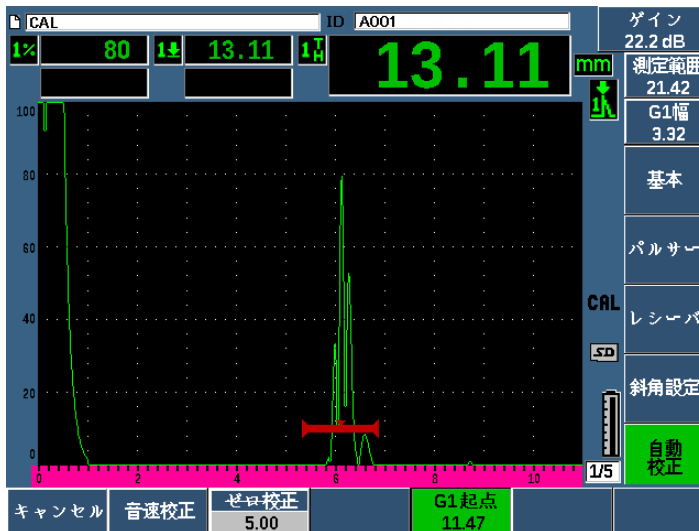

図 9-3 音速校正におけるゲート信号の例
- ゲート内の指示に対応するすでに分っている厚さ値を入力します（この例では、0.200 インチ）。それから、**続行**（P3 キー）を選択し、2 番目の校正ステップに進みます（150 ページの図 9-3 参照）。校正のこの段階で使用する厚さ値は、**ゼロ校正**パラメータボックスの基準として保存されます。